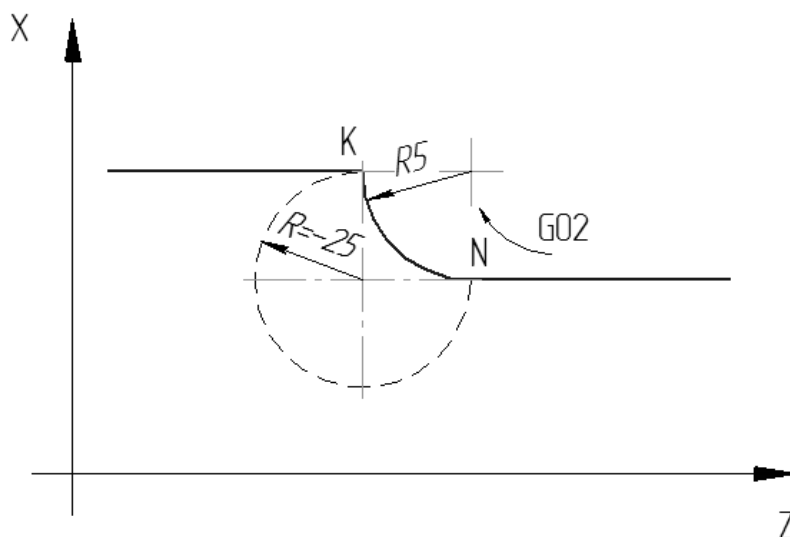

Рис. 3. К определению направления перемещения по дуге окружности
- ввод **R** с положительным знаком дает дугу  $< 180^\circ$ , с отрицательным знаком дает дугу  $> 180^\circ$  (рис. 3).